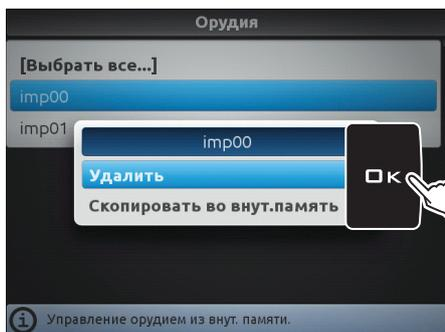

Рис. 246
- Выберите пункт **Удалить** (Рис. 246) и нажмите на **OK**.